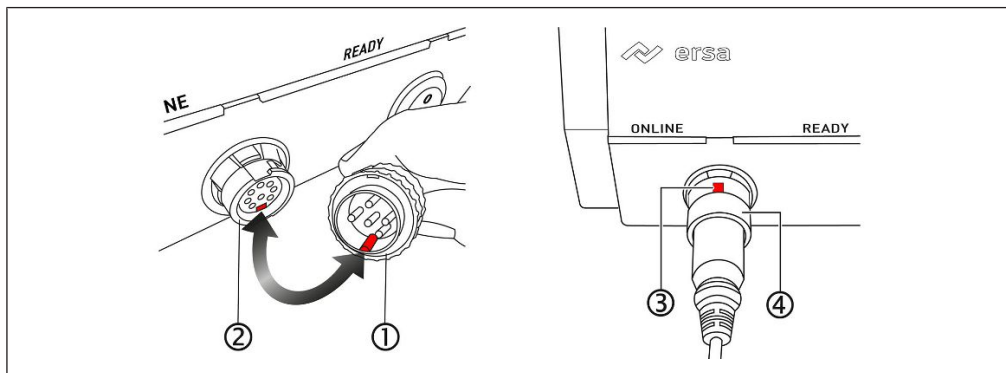

Fig. 6: Introducerea fișei ciocanului de lipit
- f) Fig. 6 stânga: Introduceți fișa ciocanului de lipit [1] în mufa pentru ciocan de lipit [2] a stației de lipit. Aliniați siguranța anti-rotăție a fișei cu marcajul inferior al mufei, a se vedea săgeata.
- g) Fig. 6 dreapta: Aliniați în sus decupajul piuliței olandeze cu fișa ciocanului de lipit [3]. Apoi împingeți piulița olandeză [4] pe fișă și blocați-o prin rotire cu 90° în sens orar.